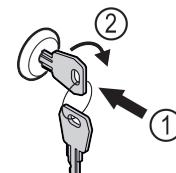

Fig. 206
- Zatlačte kľúč. Fig. 206 (1)
- Otočte kľúč o 90° v smere hodinových ručičiek. Fig. 206 (2)